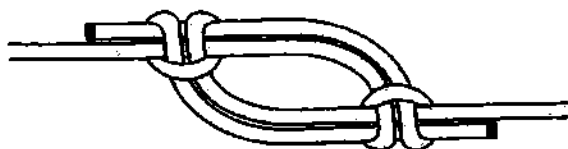

Рис. 797. Две глухие петли.
*Две глухие петли* – это два *коровьих узла*, соединяющих верёвку вместе, он же *богатырский узел*, у которого ходовые концы пропущены параллельно и закреплены в соседних узлах (рис. 797). Узел простой и быстро запоминается, он такой же надёжный и безопасный, как и *рыбацкий узел*, но в отличие от последнего, *две глухие петли* после любой нагрузки легко развязываются. Узел не ослабляет трос и при умеренных нагрузках хорошо держит на любых верёвках.